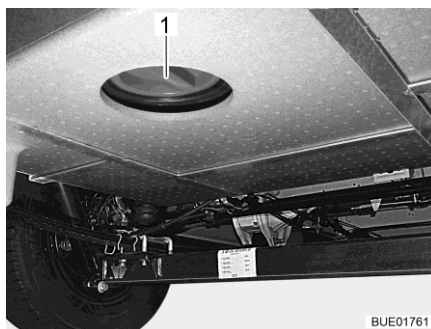

Bild 198 Rengöringsöppning
- Öppna avloppstankens rengöringsöppning (Bild 198,1) och avtappningskranen.